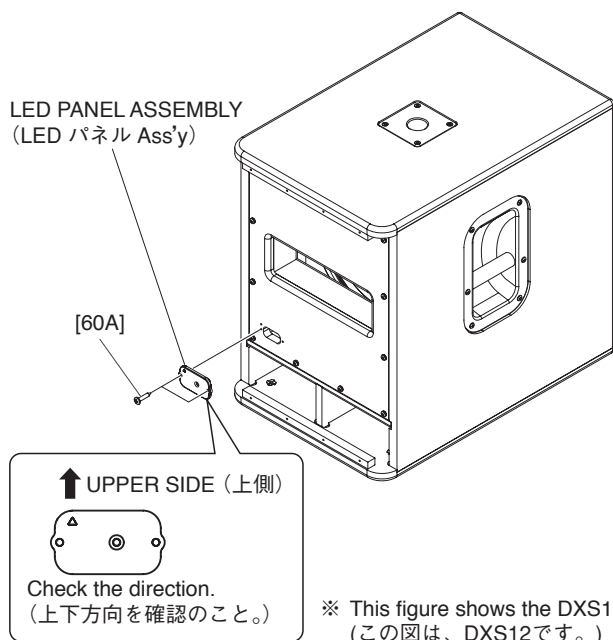

Fig. A-2 (図A-2)
A-2-2 Remove the two (2) screws marked [60A]. The LED panel assembly can then be removed. (Fig. A-2)
- * **When installing the LED panel assembly, check the direction. (Fig. A-2)**
A-2-2 [60A] のネジ 2 本を外して、LED パネル Ass'y を外します。(図 A-2)
- ※ LED パネル Ass'y を取り付けるときは、上下方向を確認してください。(図 A-2)